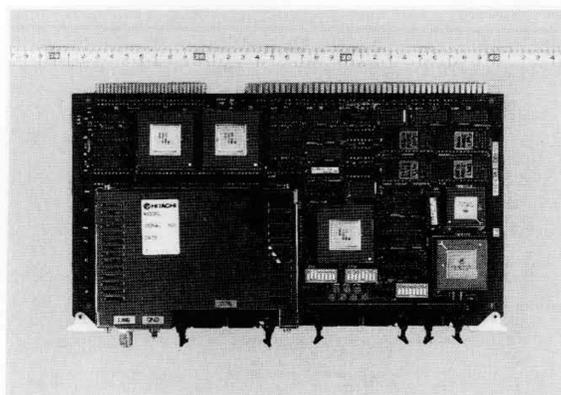

図1 HIDIC V90/5シリーズに実装されるコントローラボード
リング形ネットワークでは障害装置の切り離しや障害伝送路の迂(う)回などの構成制御動作が必須(す)となる。図1に示すように、端末ST(ステーション)①を集線装置③を介して伝送路④に接続した場合、各集線装置内にある制御ST②には構成制御機能があるが、